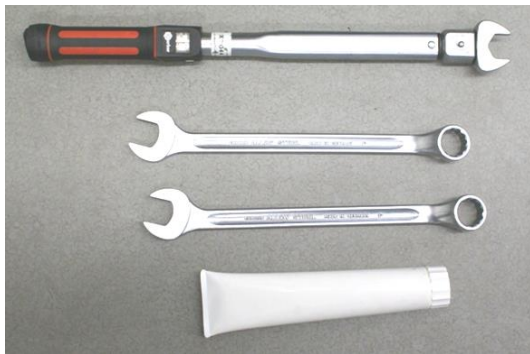

Figura 1
- Utensili e accessori necessari: vedasi figura 1.